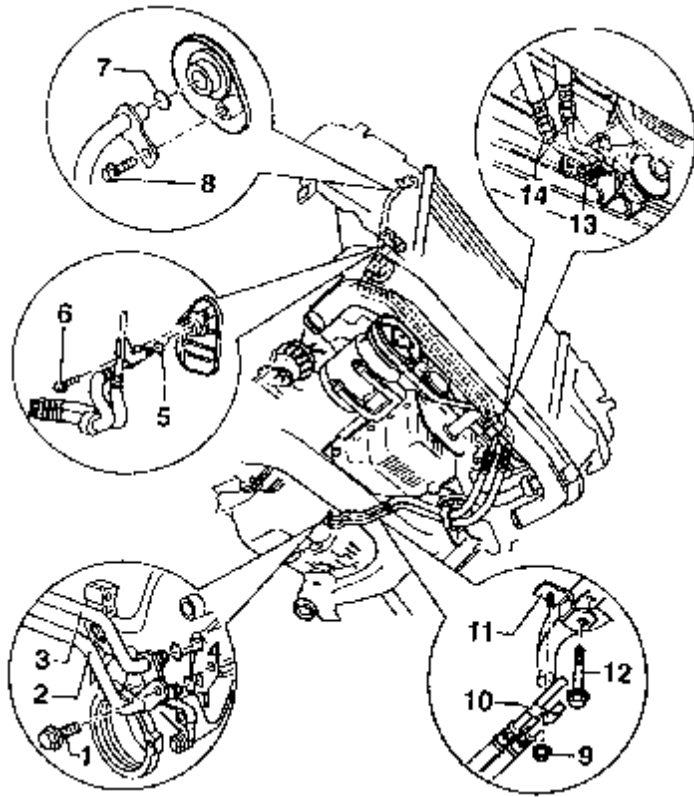

图 8-44 拆卸起动机侧附近
(19) 拆下 ATF 管路支架。拆下变速箱侧起动机螺栓 2。
(20) 对于装 4 缸发动机的车辆：如图 8-44 所示，松开螺栓 12，拆下从发动机来 ATF 管路支架，旋下螺栓 1，拆下变速箱侧管路 2 和 3，用干净堵塞堵住变速箱上的孔口和管路。把管路放在一边，防止有损坏。